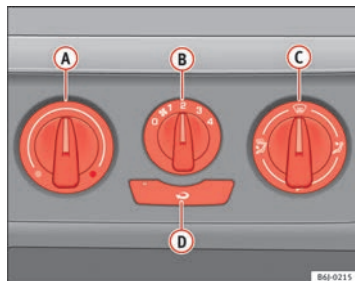

Fig. 92 Mandos de la calefacción en el tablero de instrumentos
- Gire el regulador de temperatura ⇒ fig. 92 **A** hacia la izquierda.
- Gire el regulador de la temperatura ⇒ fig. 92 **A** hacia la derecha hasta alcanzar el grado de calefacción deseado.
- Gire el regulador de la temperatura ⇒ fig. 92 **A** hacia la derecha hasta el nivel máximo de calefacción.
- Gire el regulador de temperatura → fig. 92 (A) hacia la zona de calefacción.
- Coloque el mando del ventilador (B) en uno de los niveles 2-3.
- Cierre los difusores (3).
- Abra y oriente los difusores (4) hacia las ventanas laterales.